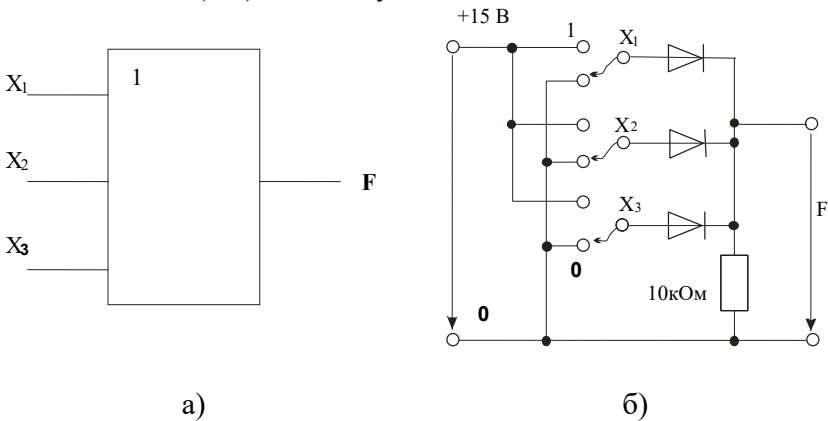

Рисунок 2 – Логический элемент OR с тремя входами
2.1. Соберите цепь согласно схеме (рис. 2, б). Подайте последовательно